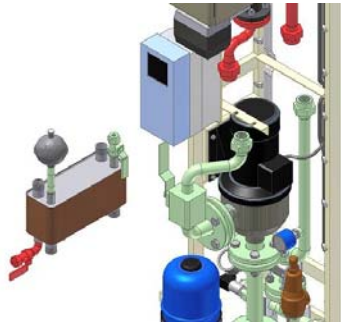

图 4.2-5
4. 小心推 / 提 / 转出 HX11 (图 4.2-5)。